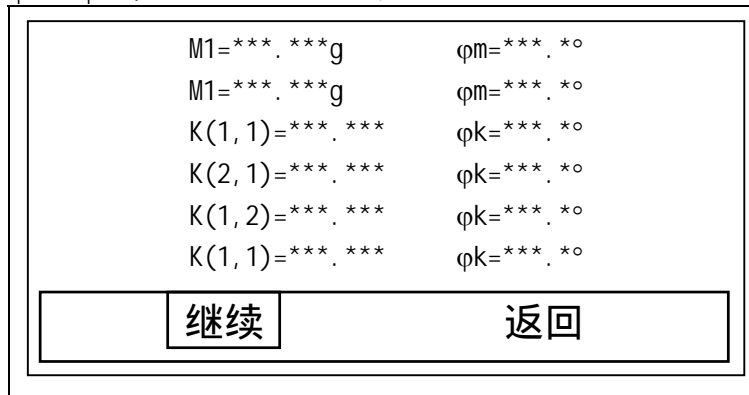

图4-37
按|回车|键，屏幕显示如图4-37。
在图4-37中，选择<继续>，按|回车|键，屏幕返回输入参数画面（图4-33）。
(7) 如果A(1,0)、B(2,0)、M1、M2都已经满足要求，则在图4-37中选择<返回>，屏幕返回屏幕返回预置转速画面（图4-5）。动平衡过程结束。